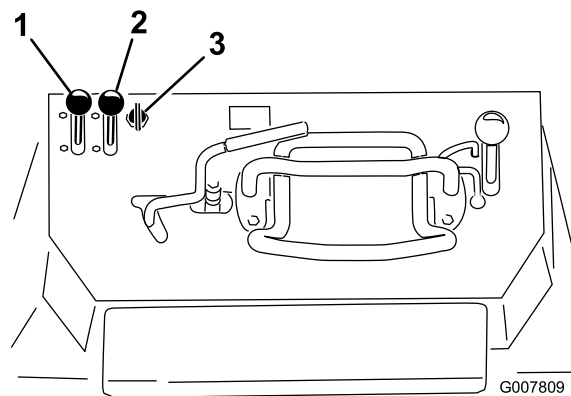

Figura 19
1. Mueva la palanca del acelerador a un punto intermedio entre las posiciones Lento y Rápido (Figura 19).
2. Mueva la palanca del estérter a la posición de Abierto (Figura 19).
- Modelo de arranque eléctrico: gire la llave a la posición de Marcha (Figura 19). Cuando el motor arranque, suelte la llave.
4. Mueva la palanca del estérter a la posición de Cerrado (Figura 19). Si el motor se cala o funciona
5. Mueva la palanca del acelerador a la posici n deseada (Figura 19).
1. Mueva la palanca del acelerador a la posici n de Lento (Figura 19).
3. Gire la llave a Desconectado (Figura 19).